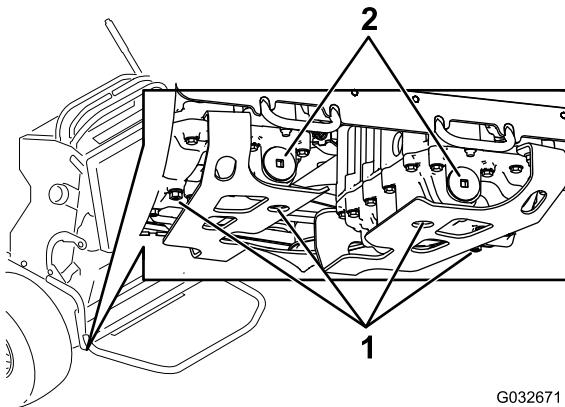

図 72
- 左右のトランスミッションそれぞれの底部にあるドレンプラグの下にオイルを受ける容器を置く図 72。